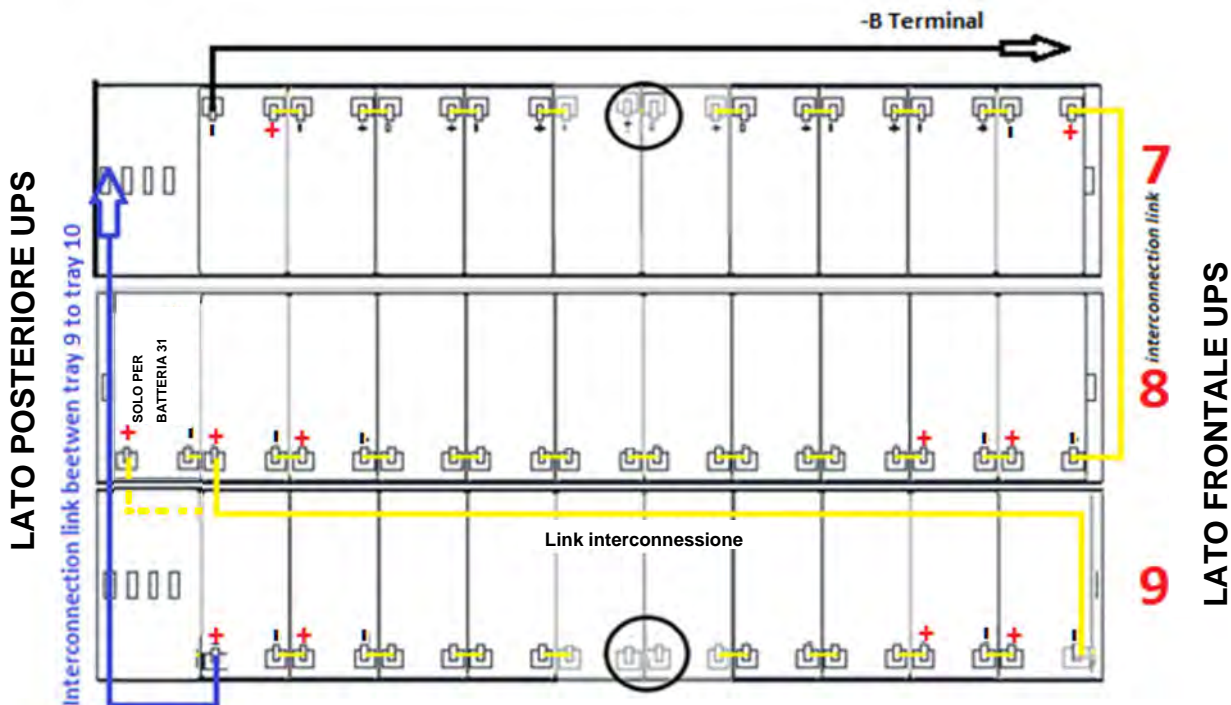

Figura 17 - Vista dall'alto Piano N°3 con connessioni batterie
10) Cablare il piano come indicato nella figura 17. **Lasciare scollegati i ponticelli cerchiati**